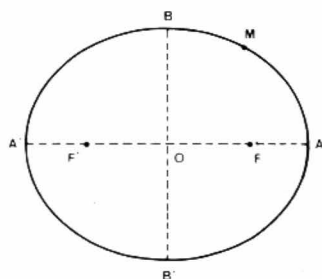

FIGURE 1.
a) L'ellipse : Nous débuterons par une définition. L'ellipse, c'est le lieu des points d'un plan tels que la somme de leurs distances à 2 points fixes du plan, F et F' , appelés foyers, soit égale à une longueur constante donnée : $2a$ (fig. 1).